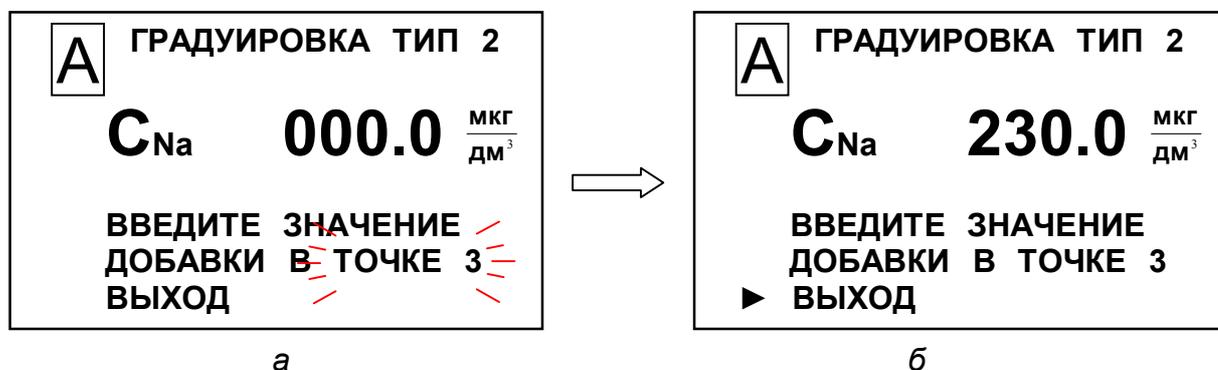

Рисунок 2.31
- 29 Установить маркер «►» на строку **ВЫХОД** (рисунок 2.31б) и нажать кнопку « $\frac{\text{МЕНЮ}}{\text{ВВОД}}$ ». Появится экран в соответствии с рисунком 2.32а.